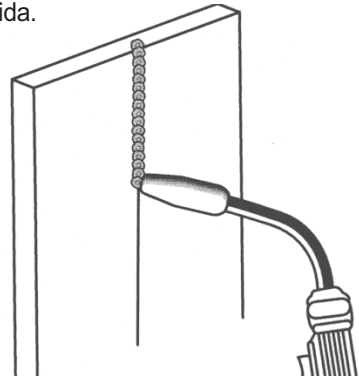

Figura 16. Posición Vertical
3. POSICIÓN VERTICAL (Figura 16) es la siguiente posición más difícil. Jalando la pistola de arriba hacia abajo puede ser más fácil para mucha gente, pero en algunos casos puede ser difícil evitar que escurra la soldadura fundida del charco hacia abajo. Al empujar la pistola hacia arriba se puede controlar mejor el charco y se puede avanzar a menor velocidad para lograr mayor penetración. Cuando se suelda una junta vertical, el ángulo B (ver POSICIÓN DE LA PISTOLA SOBRE LA PIEZA DE TRABAJO en la página 49) se mantiene usualmente a cero grados, pero el ángulo A variará de 45 a 60 grados para tener mejor control del charco de soldadura fundida.